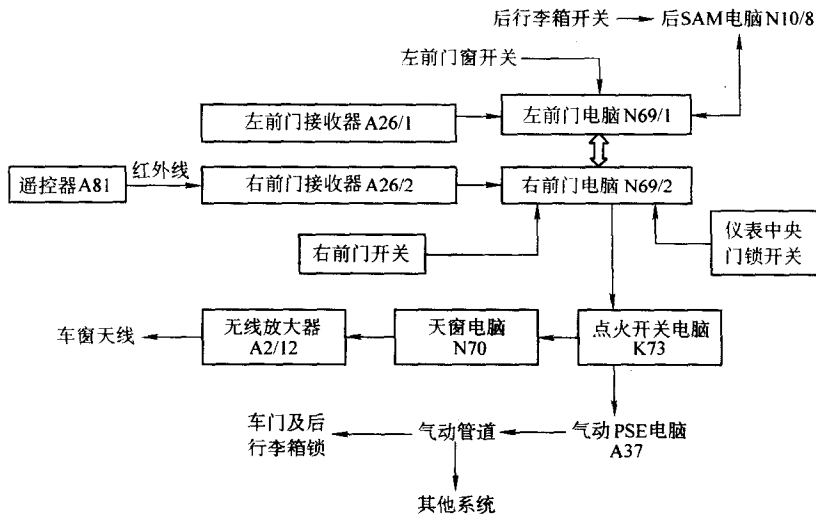

图 6-6 自动中控车门系统
4) 行驶到时速为 30km/h 时，车子的中控门锁会自动锁住，如图 6-6 所示。